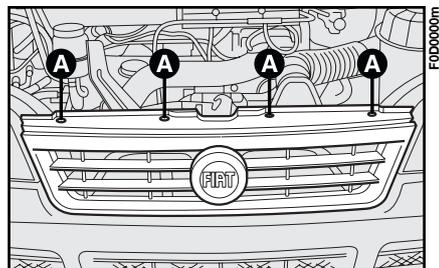

fig. 9
- 1) separe la rejilla anterior aflojando los cuatro tornillos **A**-fig. 9;